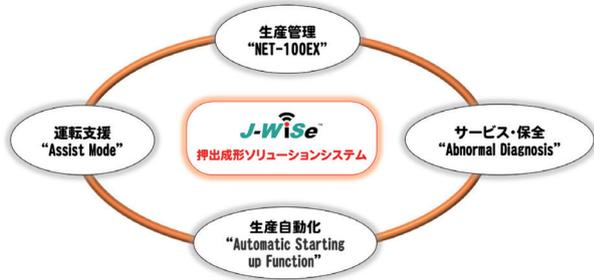

図1 J-WiSe 押出成形ソリューションシステム
押出成形機については、図 1 に示すように①生産管理を“NET-100EX”、②サービス・保全を“Abnormal Diagnosis”、③運転支援を“Assist Mode”、そして④生産自動化を“Automatic Starting up Function”とそれぞれシステムの名称を定義している。これらは、造粒・コンパウンド機、フィルム・シート成形機から中空成形機